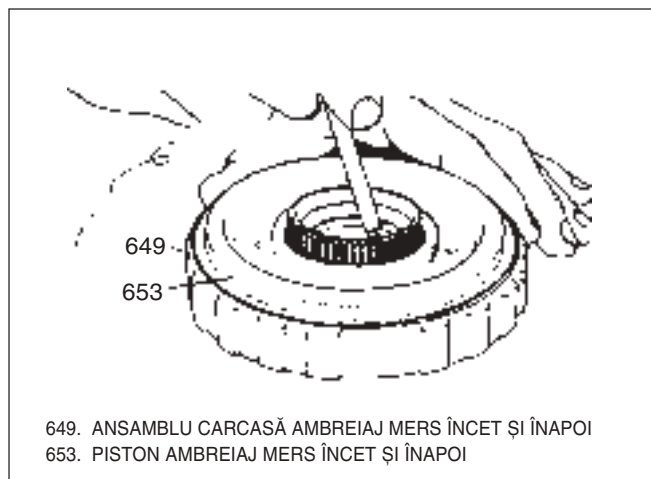

Fig. 67 Montare piston ambreiaj mers încet și înapoi
- Lamela de revenire (655) pentru deteriorări.
- Etanșările interioară (652) și exterioară (651). Instalați etanșări noi. Vezi fig. 67.
- Carcasa ambreiajului (649) pentru un orificiu de alimentare deteriorat.
- Pistonul ambreiajului (653) pentru fisuri sau deteriorări.